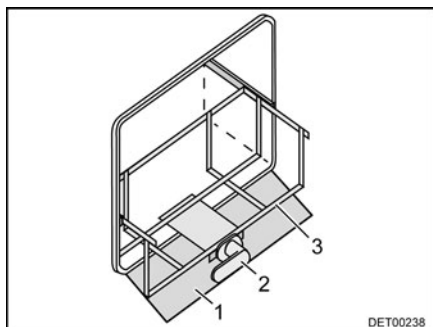

Fig. 121 Caja para bombonas de gas
- Si se dispone de una chapa protectora, plegar la chapa protectora (Fig. 121,1) hacia abajo.
- Desbloquear el carro (Fig. 121,3) a través del tirador (Fig. 121,2).
- Extraer el carro (Fig. 121,3) hasta el tope.
- Girar el tirador (Fig. 121,2) hacia atrás.
- Introducir el carro (Fig. 121,3) hasta el tope y girar el tirador (Fig. 121,2) hacia atrás.
- Si se dispone de una chapa protectora, plegar la chapa protectora (Fig. 121,1) hacia arriba.